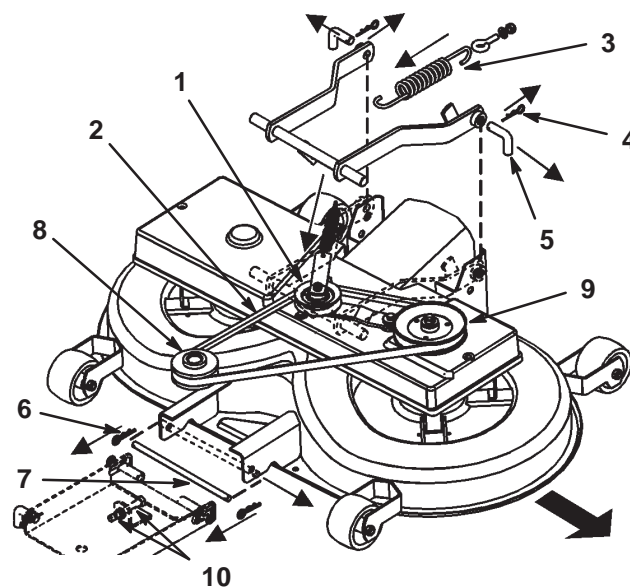

Figure 39
8. Tirez l'ensemble bras de tension vers l'intérieur et ôtez la courroie trapézoïdale de la poulie (Fig. 39).
9. Débranchez le ressort du levier d'engagement (Fig. 39).
11. Retirez les goupilles fendues des 2 goupilles arrière et déposez ces dernières (Fig. 39).
12. Retirez la goupille fendue de la goupille avant et déposez cette dernière (Fig. 39).
13. Enlevez la courroie trapézoïdale de la poulie du moteur (Fig. 39).
2. Enlevez l'ensemble poulie à courroie trapézoïdale et bras de tension (Fig. 39).
7. Placez la goupille inférieure de la suspension de réglage avant dans la position inférieure des fentes, en réglant les 2 écrous (M12) sur la suspension avant (Fig. 39).